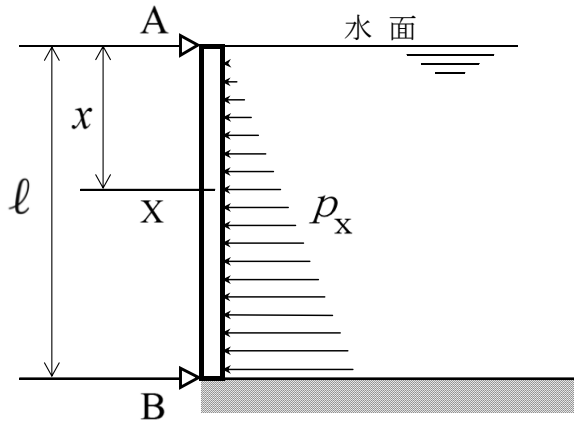
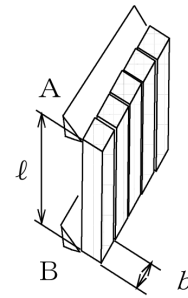

図1
図2
図1および図2に示すような水門を、水を満たした溜池に設置することを考える。支える水門のはりに作用するせん断力と曲げモーメントおよびそれらの最大値を求めたい。水門のはりは、図2に示すように横に連なって、それぞれが独立して水圧を支えており、隙間から水は漏れないものと仮定する。支点A、Bは単純支持として計算する。はりに作用する水圧は水深に比例して増し、深さ l [m]の底面における最大圧力は $p_{\max} = \rho g l$ である。底面ではりに作用する荷重は、単位長さあたり $b p_{\max} = b l \rho g = w_1$ [N/m]である。ここで、はりの幅は b [m]であり、水の密度を ρ [kg/m³]、重力加速度を g [m/sec²]とする。下記の設問(1)～(6)に答えよ。
① $\frac{w_1 l}{2}$ ② $\frac{w_1 l}{3}$ ③ $\frac{3 w_1 l}{4}$ ④ $\frac{w_1 l}{6}$ ⑤ $\frac{3 w_1 l}{8}$
- (3) 図1上の点Xにおいて作用するせん断力 F_x を表す式として正しいもの下記の〔数式群〕から選び、その番号を解答用紙の解答欄【C】にマークせよ。
- (4) 図1上の点Xにおいて作用する曲げモーメント M_x を表す式として正しいものを下記の〔数式群〕から選び、その番号を解答用紙の解答欄【D】にマークせよ。
- ① $\frac{w_1}{6l} (l^2 - x^2) x$ ② $\frac{w_1}{6l} (2l^2 - x^2) x$ ③ $\frac{w_1}{6l} (l^2 - 2x^2) x$
④ $\frac{w_1}{3l} (l^2 - x^2) x$ ⑤ $\frac{w_1}{4l} (l^2 - 3x^2) x$
- (5) 図1に示すような荷重を受けるはりのせん断力図 (SFD) と曲げモーメント図 (BMD) の組み合わせとして正しいものを下記の〔図群〕の中から選び、その番号を解答用紙の解答欄【E】にマークせよ。